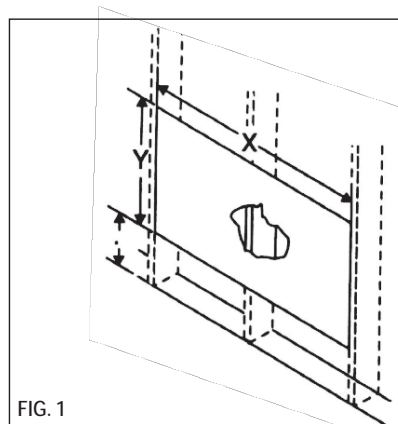

FIG. 1
3. Mesurez entre les rebords intérieurs de tous les autres poteaux, tel qu'indiqué à la figure 1.
REMARQUE : Mesurez attentivement et coupez une ouverture selon les dimensions suivantes, selon votre modèle. (Voir les figures 1 et 2.)